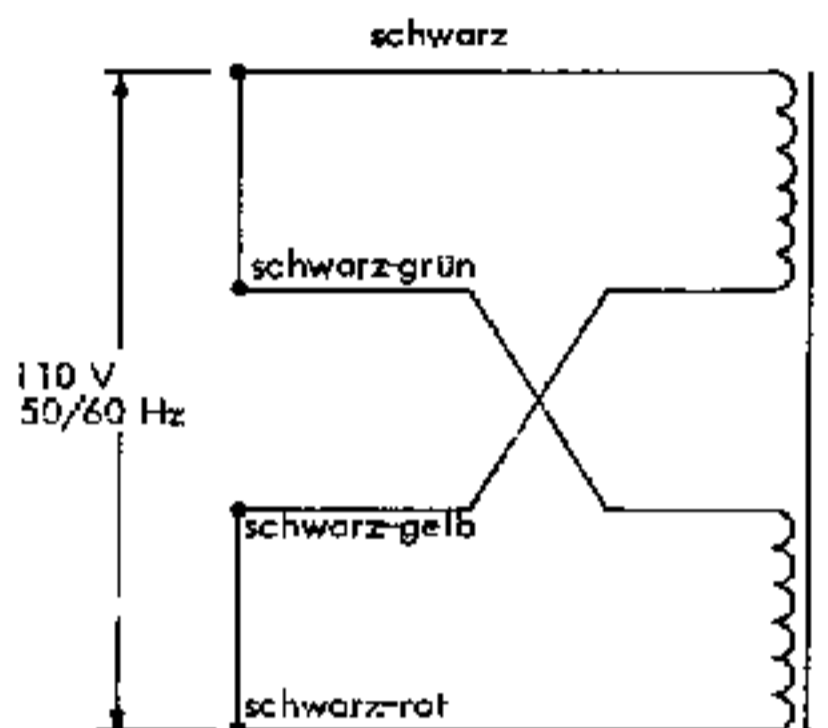

ABBILDUNG 1E
- () Bauen Sie entsprechend Abb. 1E das 500 k Ω -Potentiometer mit Schränkklaschenbefestigung (Teile-Nr. 10-60) bei G auf der Chassis-Unterseite ein. Führen Sie dazu die Schränkklaschen durch die Schlitze im Chassis-Blech, bis das Potentiometer fest am Chassis anliegt. Sichern Sie es dann in dieser Lage, indem Sie die Schränkklaschen mit Hilfe einer Flachzange um etwa eine Achteldrehung nach rechts biegen.